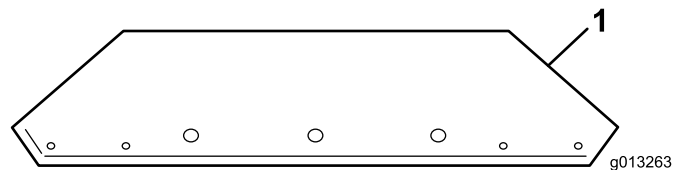

Bild 10
- Nehmen Sie die Füllkastenverlängerungen aus der Kiste und identifizieren Sie vorne und hinten (Bild 10 und Bild 11).